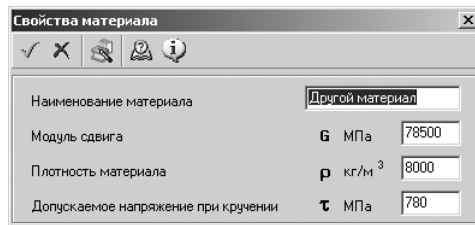

Рис. 4.10. Диалоговое окно **Свойства материала**
- щелкните по кнопке  – **Ввод данных по другому материалу**. Появится диалоговое окно **Свойства материала**, см. рис. 4.10;